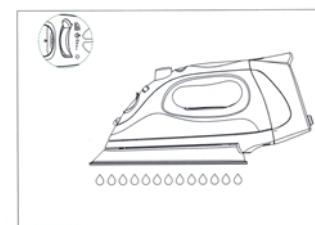

Fig. 7
5. Gire el control variable de vapor completamente hacia la derecha hasta la posición de auto-limpieza (Self-Cleaning) y sostenga la plancha horizontalmente sobre una piletita. (Fig. 7)